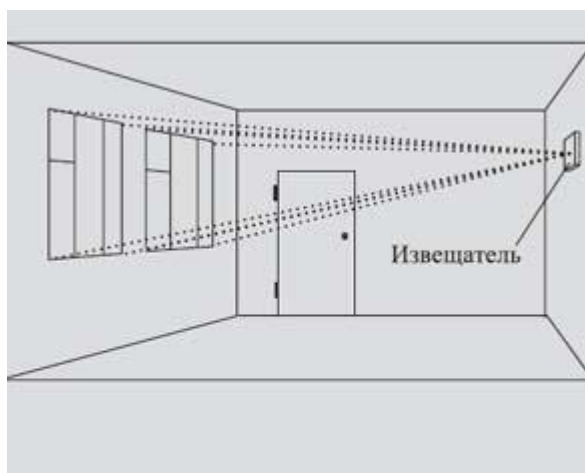

Рис.1. Размещение акустического извещателя для блокировки окон на противоположной стороне
- все участки охраняемого стекла должны находиться в пределах их прямой видимости, не рекомендуется маскировка извещателей (рис.1, рис.3, рис.4);